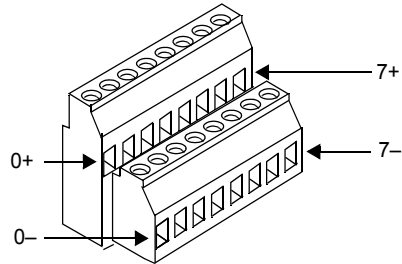

図 8. 入力端子ブロックのピン番号
6. ご使用の I/O（入力）デバイスのワイヤを外部 I/O モジュールの入力ブロックのプラスおよびマイナス端子に接続します。表 8 に示すピン番号を参考にしてください。図 8 は、入力端子ブロックのピン番号を示しています。